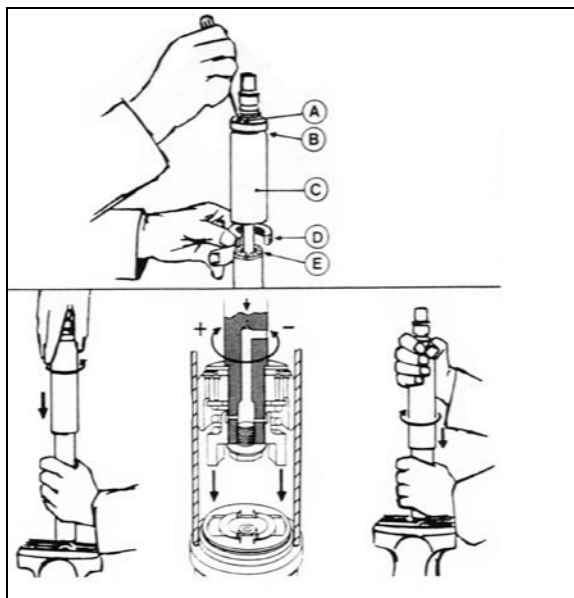

FIGURE 31: AMORTISSEUR PNEUMATIQUE 18643
Pour régler la vitesse du cycle d'ouverture et de fermeture sur l'amortisseur (Figure 31) :
2. Fermer complètement l'amortisseur tout en pivotant lentement le capot pare-poussière ou la tige piston dans le sens antihoraire jusqu'à sentir que les cames de l'écrout de réglage entrent dans les encoches de l'ensemble de clapets (Figure 31).
Voir Figure 31, s'il y a une échancrure (B) sur le capot pare-poussière (C) et que le capot possède deux trous (A), l'amortisseur est muni d'une butée en caoutchouc (D). Si tel est le cas, étendre complètement l'amortisseur et insérer une barre ronde ou un tournevis dans les trous. Pousser la butée en caoutchouc vers le bas et la retirer. Enlever la bague fendue en plastique (E) (le cas échéant) de la tige piston.
Si une butée de caoutchouc avait été installée, la remettre dans le capot pare-poussière. En fermant complètement l'amortisseur, la butée se placera dans la partie supérieure du capot pare-poussière. Remettre en place la bague fendue en plastique (E) (Figure 31)